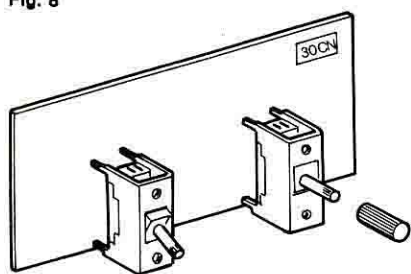

Fig. 9
- montare gli slider come da fig. 9 e, una volta effettuate le saldature, togliere viti e dadi (sul lato componenti i tondini serigrafati indicano quali piedini vanno saldati al circuito stampato).